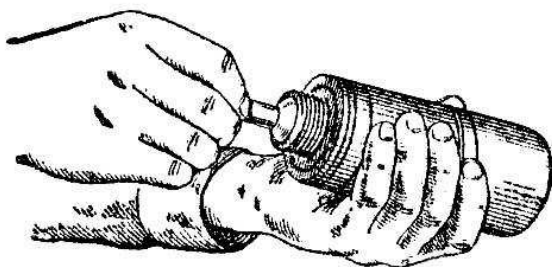

Рисунок 3.9. - Вставление запал
- вставить запал в трубку крышки корпуса гранаты (рисунок 3.9);